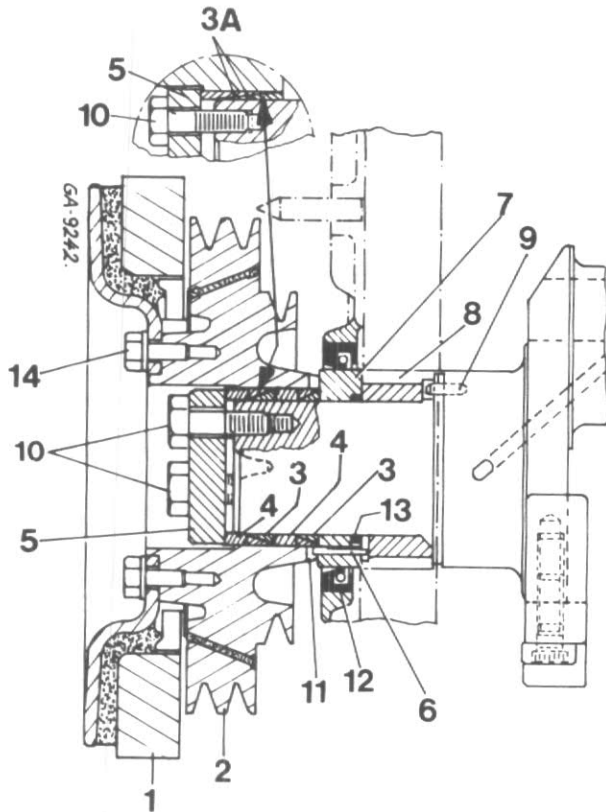
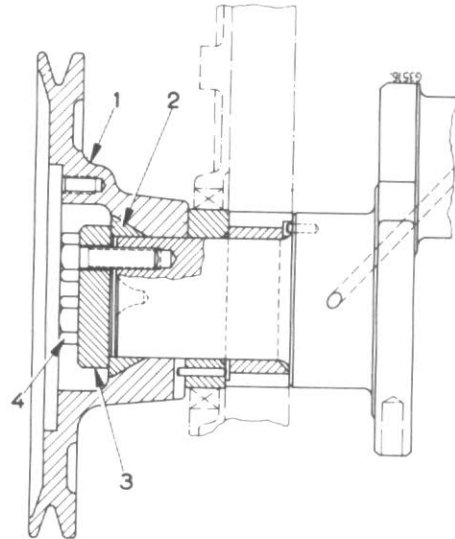

Figure 67
Figure 68
Les poulies se fixent soit par des bagues de calage, fig. 67 ou par une bague de serrage, fig. 68.
| 3 - Bague de serrage, voir (2) fig. 68 |
Remontez toutes les pièces comme le représentent les fig. 67 ou 68.
Veillez à ce que les bagues de calage (3) fig. 67 ainsi que l'alésage de la poulie soient bien propres et secs, c'est-à-dire exempt d'huile, de graisse. Faites glisser la première cale (3) sur la partie AV du vilebrequin.